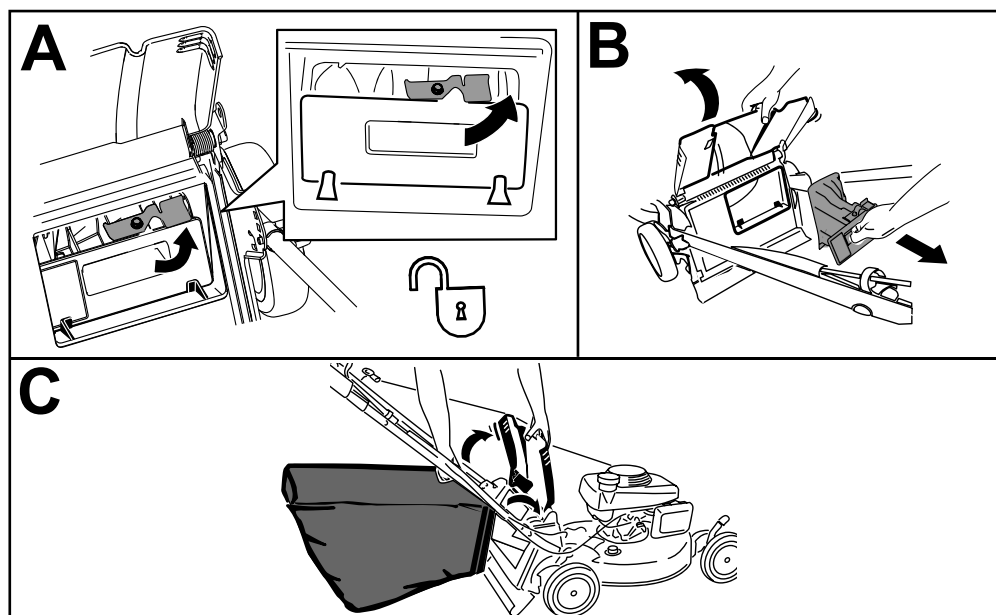

Figure 22
Remarque: Pour déverrouiller l'obturateur arrière, tournez le levier vers la droite (Figure 22).
1. Soulevez le déflecteur arrière et maintenez-le dans cette position, puis déverrouillez l'obturateur arrière (encadré A de la Figure 22).
2. Retirez l'obturateur arrière (encadré B de la Figure 22).
3. Accrochez le bord supérieur avant du bac aux ergots sur les crans des supports de poignée (encadré C de la Figure 22).